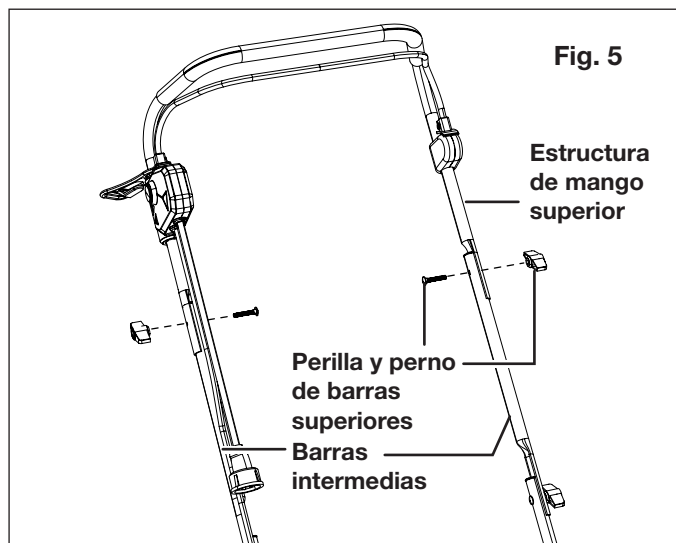

Fig. 5
4. Conecte las barras superiores a las barras intermedias usando los pernos y perillas restantes. Apriete las perillas en ambos lados para garantizar un ajuste seguro (Fig. 5).